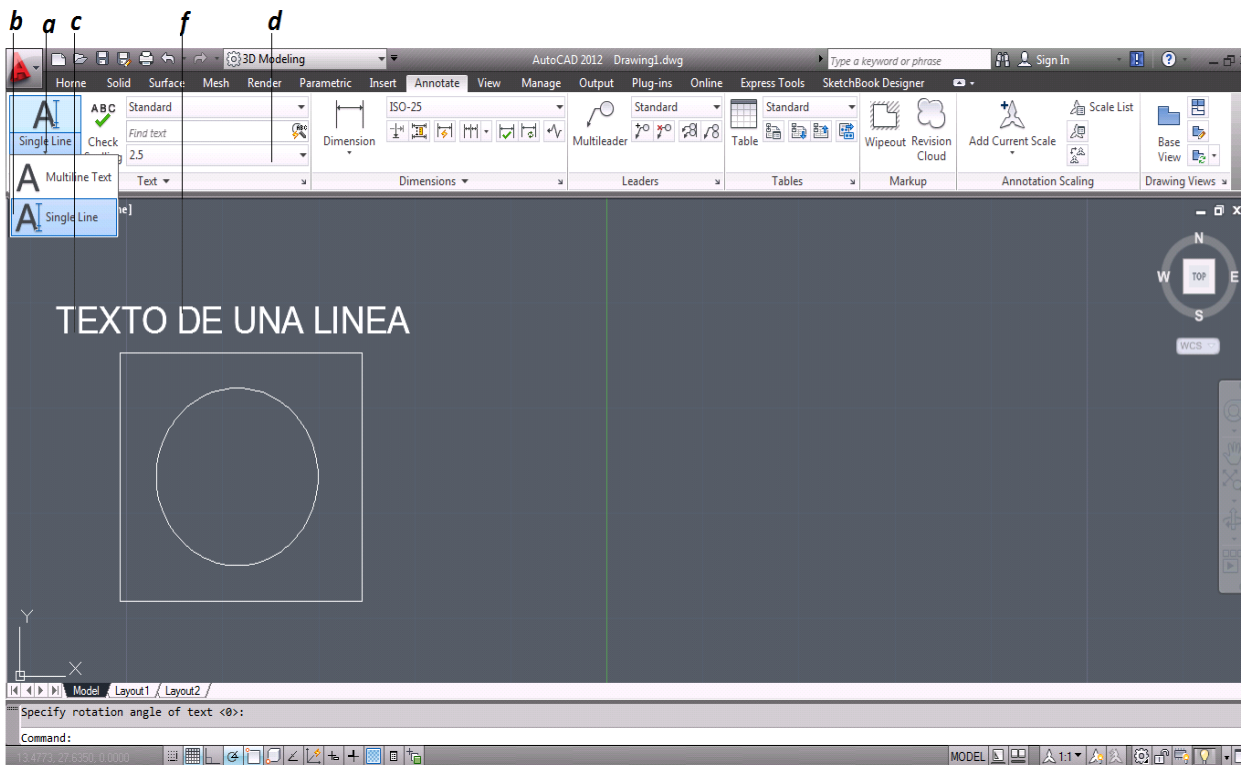

Figura 3.60 Texto “Texto de una Linea”
- a. Se selecciona la flecha del grupo Texto Multilinea [Multiline Text] para desplegar las opciones (*figura 3.60*).
- b. Se selecciona la opción Texto Unico [Single Line] para activar el comando (*figura 3.60*).
- c. En el área grafica, se define el punto donde se iniciara el texto justificado a la izquierda que es la opción por defecto (*figura 3.60*).
- d. Escribe 0.5 o la altura de Texto deseada según el tamaño de la pieza (*figura 3.60*).
- f. Se introduce el texto deseado (*figura 3.60*).